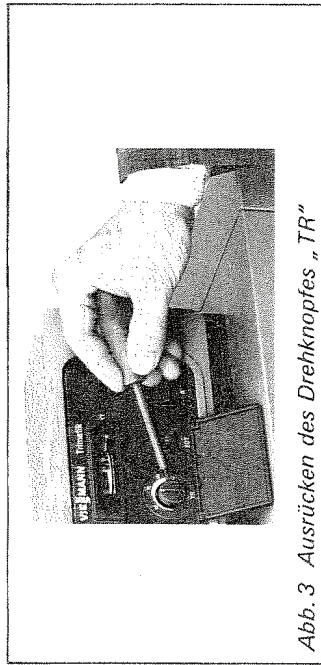

Abb. 3 Ausrücken des Drehknopfes „TR“
1. Drehknopf „TR“ unter der Abdeckklappe mit einem entsprechenden Schraubendreher ausrücken, bis der Drehknopf über die Markierung „75“ gedreht werden kann (Abb. 3).